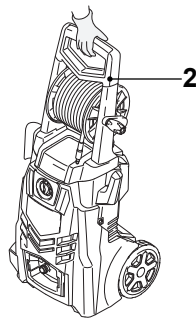

Fig. 43
3. Transporte siempre la máquina sujetándola por su empuñadura (2) (Fig. 43).